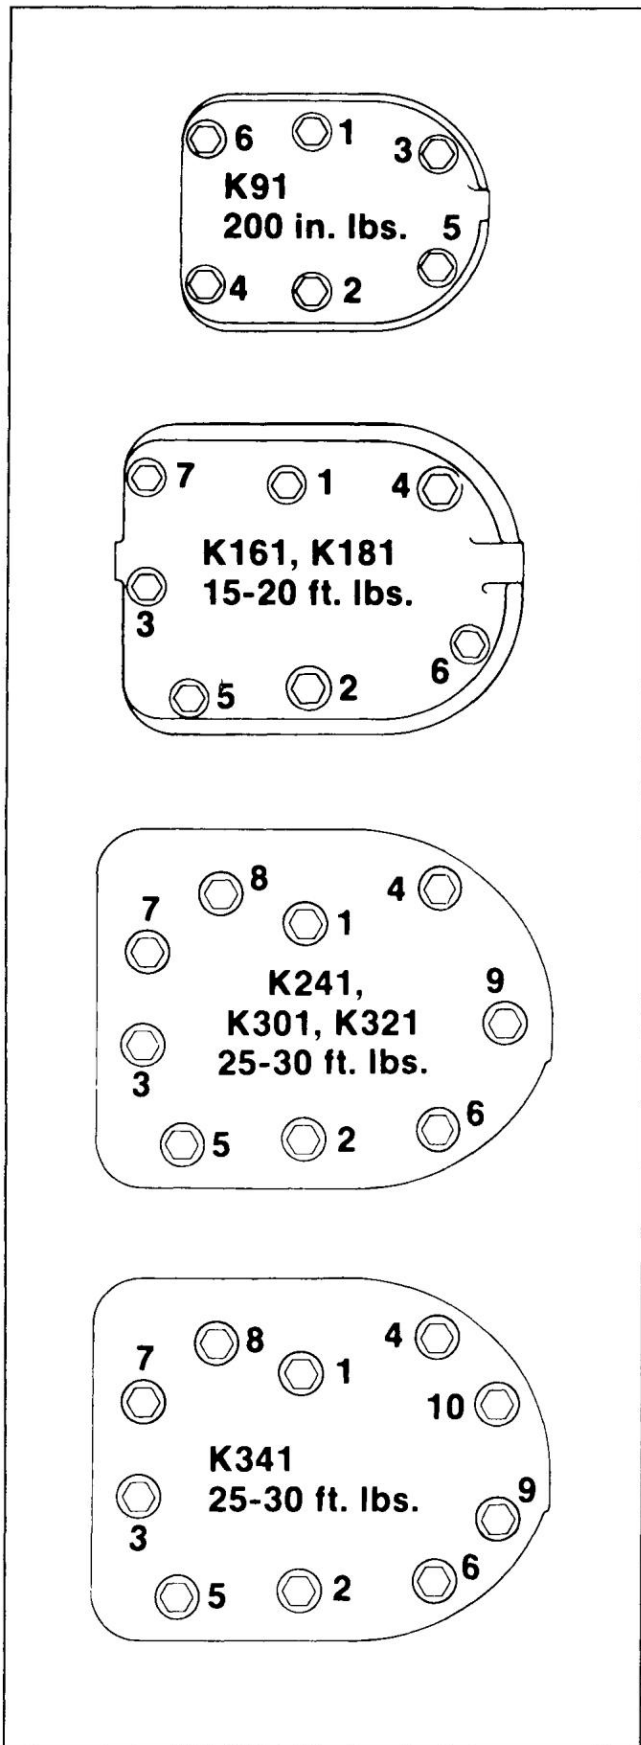

Figure 12-44. Séquence de couple de fixation de la culasse.
2. Serrez les vis à tête hexagonale et les écrous hexagonaux (en incréments) dans la séquence et les couples indiqués dans la Figure 12-44.